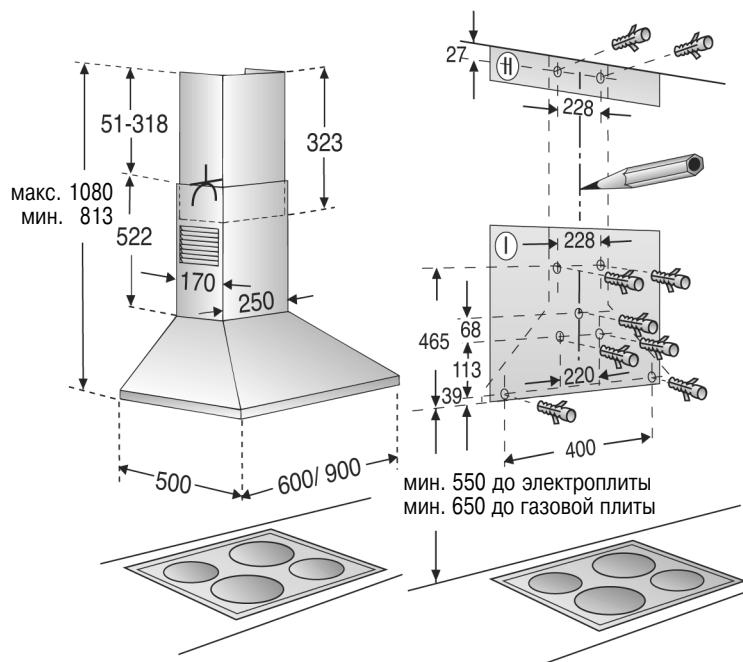

Рис. 7
4. Привинтите 2 скобы для крепления верхнего и нижнего воздухопроводов (рис. 7).
5. Ввинтите средний винт (без шайбы) для помощи в креплении вытяжки на стене так, чтобы винт выступал примерно на 5 мм (рис. 7).
7. Подвесьте вытяжку на винт, установленный в стене (рис. 7).